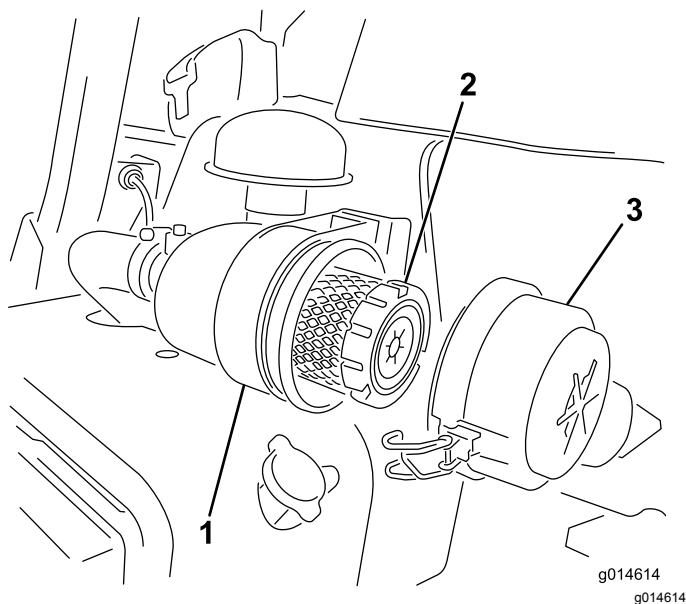

Figura 42
1. Liberte os trincos que fixam a cobertura do filtro de ar ao respetivo corpo (Figura 42).
6. Prenda os trincos (Figura 42).